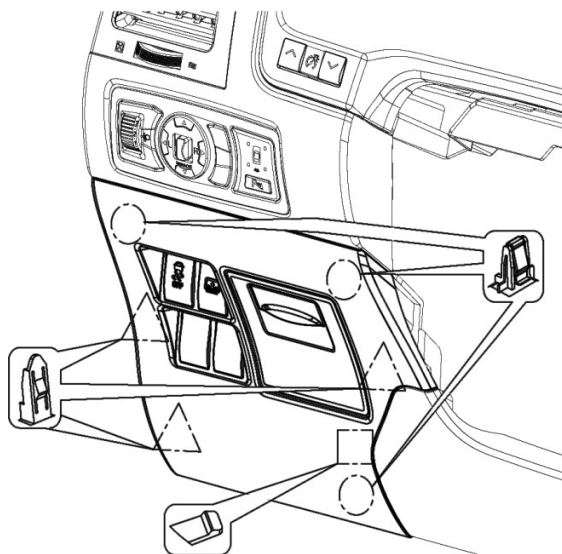

图 1.18.1 仪表板左下护板安装结构示意图
(1) 拆卸前确保左端护板已经拆下。
(2) 手指伸入右上侧左下护板背面，用力往外拉出图 1.18.1 所示右上角处卡脚；
(3) 从上到下依次拔出左侧三个卡脚和右侧剩余三个卡脚。
(4) 所有卡脚脱开后，将左下护板拉出一段距离，拔掉线束接插件。
(1) 确保三个塑料卡扣安装在相应位置（详见图 1.18.1）；
(2) 产品沿水平方向靠近仪表板上本体，接上线束接插件；
(4) 将产品各卡脚对准仪表板上本体安装孔，轻拍各装配处至装配牢靠，外观配合完好。